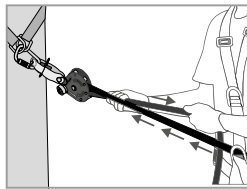
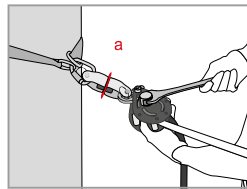

Fig 3
Fig 4
Após a instalação da linha de vida, a tensão deve ser pré-regulada, puxando manualmente a corda (lado do nó de extremidade — Fig. 3). Automaticamente, o came (8) e a alavanca do came (4) devem entrar em contacto com as cordas. Baixe a alavanca do came (4) e, com recurso a uma chave adaptada, aplique tensão sobre o eixo de regulação da tensão (1) até que a anilha do indicador de tensão (a) colocada no indicador de tensão (2) rode facilmente (Fig. 4). Se rodar facilmente, NÃO APERTE MAIS! Tal corresponderá a uma pré-tensão da linha de cerca de 0.5 kN. Durante a utilização, verifique regularmente a tensão (rotação da anilha do indicador de tensão) e ajuste conforme necessário, de acordo com as instruções abaixo.